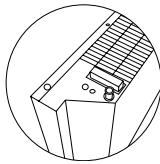

Fig. 4
Duke përdorur shasinë (vijnë veçmas), pasi keni studiuar figurën e fiksimit (fig. 4), instaloni pajisjen në dysheme:
- Ktheni me kujdes konvektorin përbmys. (Fig. 4).